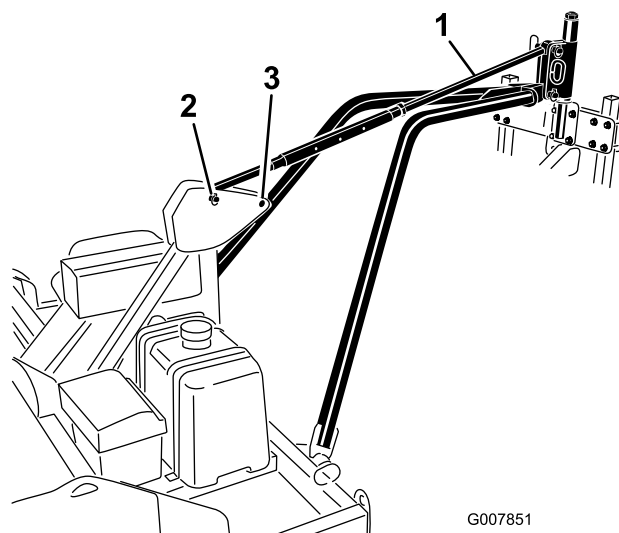

Figura 14
- Alinhe o furo na placa de engate do braço de reboque com os furos inferiores no engate articulado do aerificador (Figura 14). Prenda a placa de engate do braço de reboque com um pino de articulação e pino de sujeição.
- Prenda a ligação de controlo do pino aos furos superiores ao engate articulado do aerificador e estrutura articulada do engate com pinos de articulação e pinos de sujeição (Figura 14).